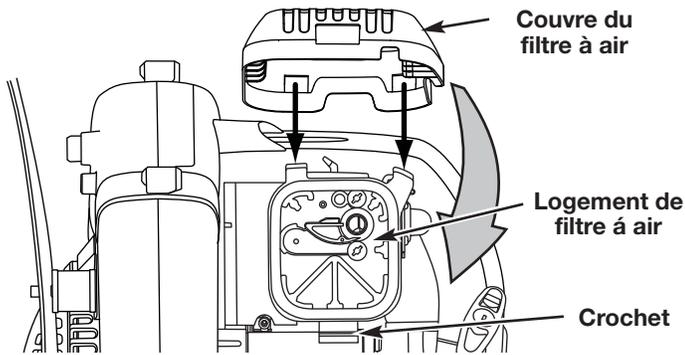

Fig. 25
8. Pivotez le couvercle vers la droite jusqu'à ce que la languette du couvercle du filtre s'enfonce d'un déclic dans la fente sur le côté droit du boîtier du filtre (Fig. 25).